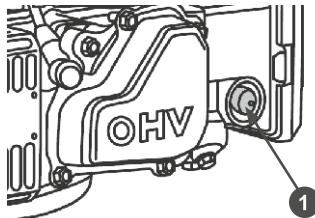

Рис. 13 Расположение ручного топливного насоса
- Для запуска холодного двигателя нажмите три раза на кнопку праймера подкачки топлива 1 (Рис. 13). При запуске прогретого двигателя кнопку праймера нажимать не нужно.